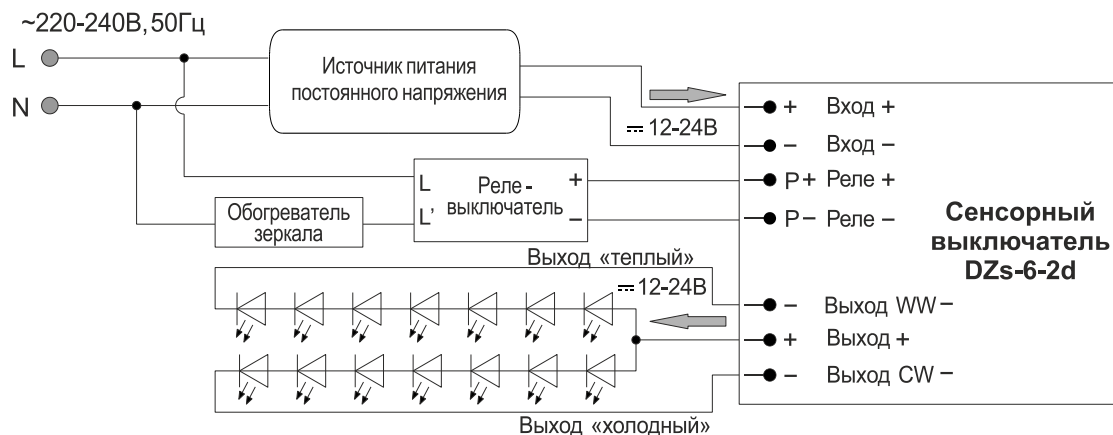

Рис. 5
- Схема электрических соединений показана на Рис. 5. Соедините между собой элементы схемы проводом, строго соблюдая полярность.
- Выходы «Реле» Р+ и Р- (Рис.5) служат для подключения внешнего реле-выключателя, предназначенного для коммутации обогревателя зеркала. При подключении реле к выходам Р+ и Р- необходимо чтобы напряжение включения реле совпадало с входным напряжением питания сенсорного выключателя. **ВНИМАНИЕ!** Как правило, реле-выключатель не имеет защиты от переплюсовки (неправильной полярности подключения). При несоблюдении полярности реле-выключатель неизбежно выйдет из строя.